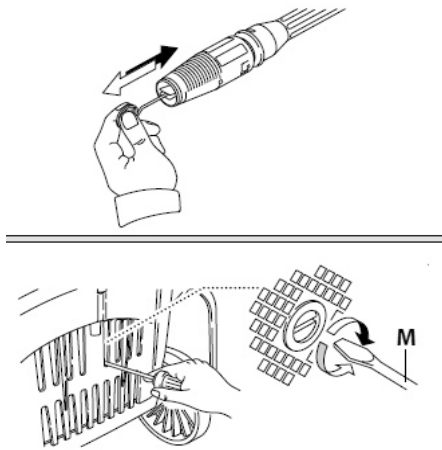

Abb. 14: Düse reinigen (oben) und Motorblockierung aufheben (unten)
Schritt 1: Verschluss des Tankbehälters öffnen (Pos. 1, Abb. 14).
Schritt 2: Den Tank mit einem biologisch abbaubaren Reinigungsmittel füllen (Pos. 2, Abb. 14).
Schritt 3: Tankdeckel handfest verschließen (Pos. 3, Abb. 14).
Schritt 4: Anstatt der Lanze wird das Zubehörteil „Schaumsprühvorsatz“ an den Anschluss der Sprühpistole montiert (Pos. 4+5, Abb. 14).
Schritt 5: Die Reinigungsmittel-Ausgabemenge kann mittels Drehknopf (Pos. 6, Abb. 14) reguliert werden.